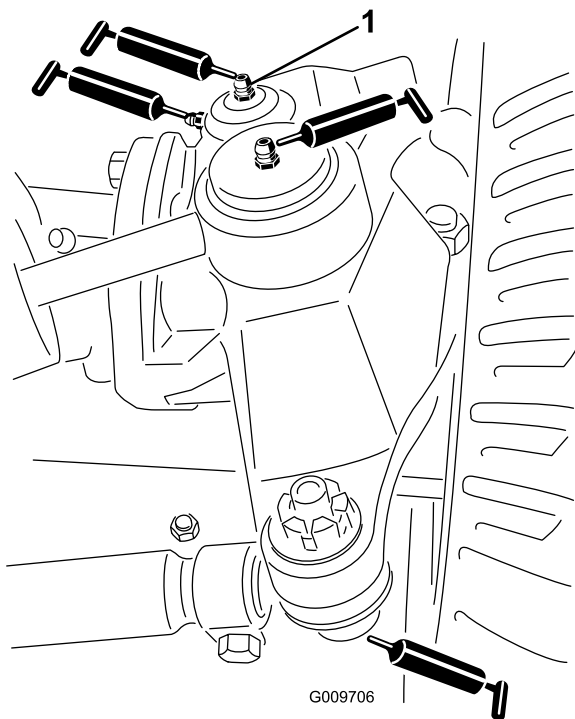

図 43
- ステアリングシリンダのボールジョイント 2ヶ所 図 43
- タイロッドのボールジョイント 2ヶ所 図 43
- キングピンのブッシュ2ヶ所 図 43。但しキングピン上部は1年に1回のみポンプ2回押しのみとする。